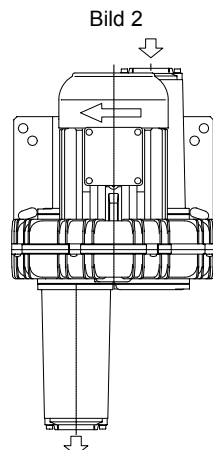
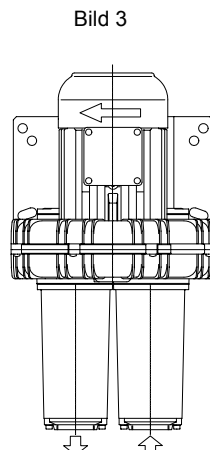
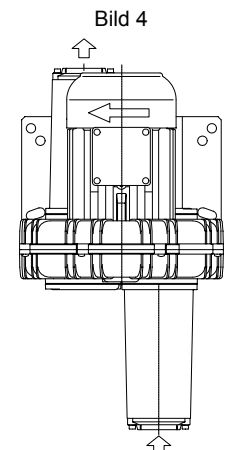

Bild 2
Bild 3
Bild 4
1. Wählen sie die gewünschte Position aus: Bild 2, Bild 3 oder Bild 4.
Bild 2 mit 90°-Anschlussbogen
Bild 3 mit zwei 90°-Anschlussbögen
Bild 4 mit 90°-Anschlussbogen